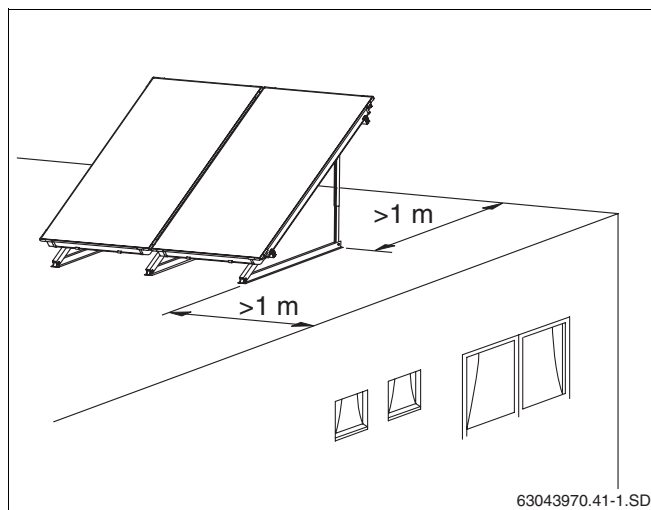

Fig. 15 Distância do bordo do telhado
- ▶ Antes da montagem, preveja uma distância de, pelo menos, um metro entre os suportes para telhado plano e o bordo do telhado plano (fig. 15).